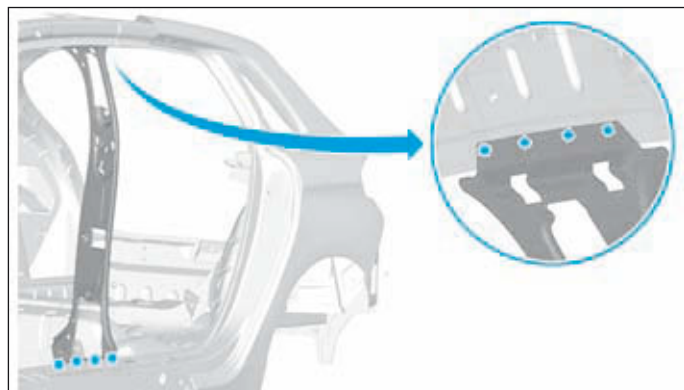

FIG.73
- Dépointer l'ensemble des points de soudure (Fig.73).